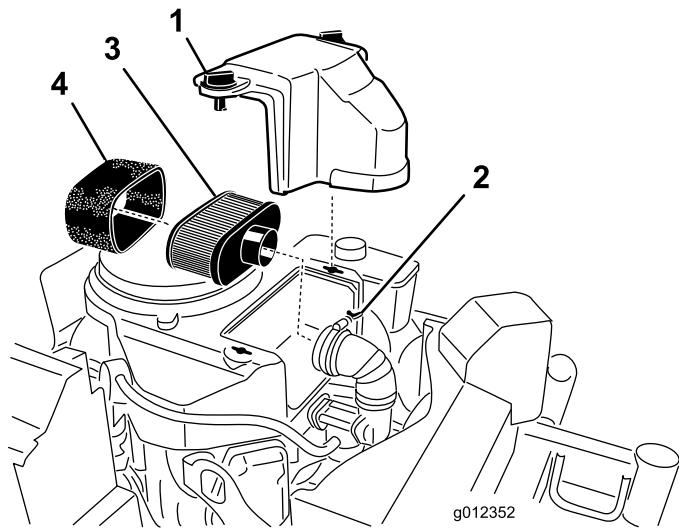

Figure 41
3. Nettoyez la surface autour du filtre à air pour éviter que des impuretés n'endommagent le moteur en tombant à l'intérieur (Figure 41).
4. Dévissez les boutons du couvercle et déposez le couvercle du filtre à air (Figure 41).
5. Dévissez le collier et déposez l'ensemble filtre à air (Figure 41).
6. Sortez délicatement l'élément en mousse de l'élément en papier (Figure 41).
1. Ne nettoyez pas l'élément en papier, remplacez-le (Figure 41).
1. Glissez délicatement l'élément en mousse sur l'élément en papier (Figure 41).
2. Posez l'ensemble filtre à air sur le flexible et fixez-le en position (Figure 41).
3. Mettez le couvercle du filtre en place et serrez les boutons (Figure 41).